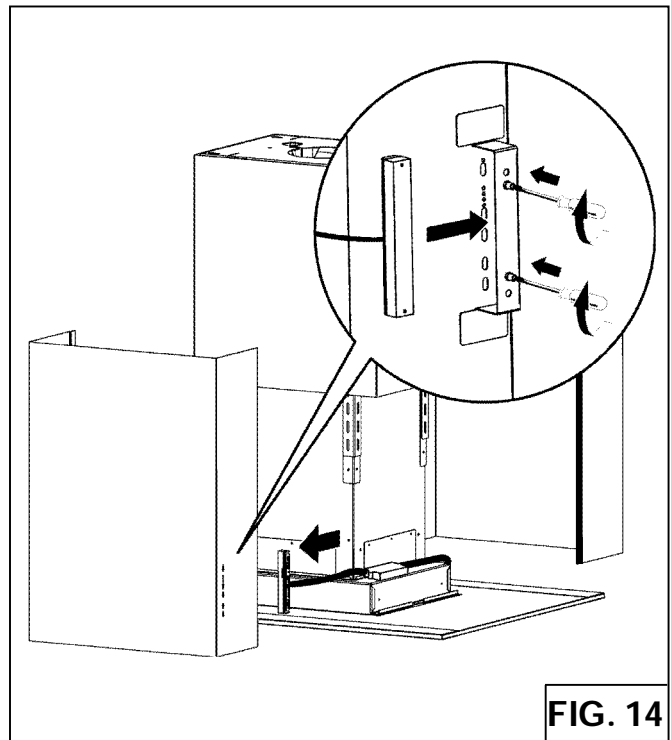

FIG. 14
5. Instale el ensamble de la caja de interruptores en la parte inferior de la chimenea decorativa apretando los 2 tornillos ya soldados en el soporte de la chimenea decorativa (Fig.14).